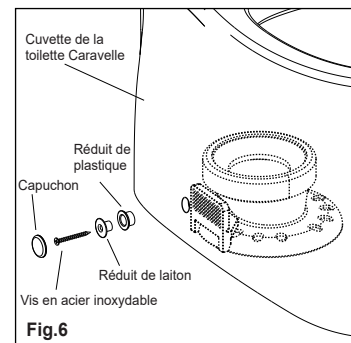
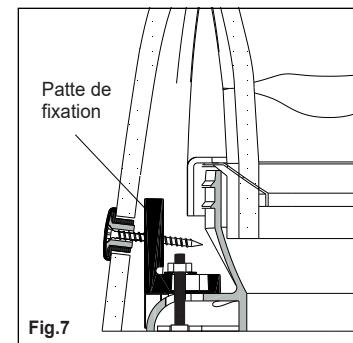

Fig.6
Fig.7
8. Insérer le réduct de plastique et le réduct de laiton dans les trous de fixation de la cuvette comme illustré à la fig. 6. Fixer les réducts à l'intérieur des trous de la patte de fixation à l'aide de vis en acier inoxydable, comme illustré à la fig 7. Couvrir les trous avec les capuchons.